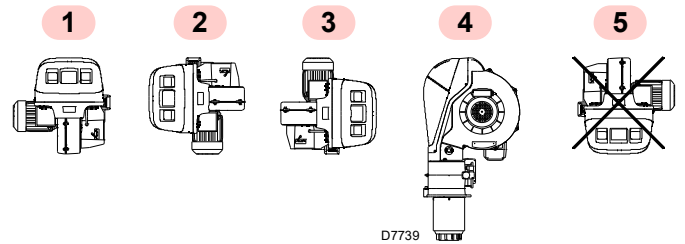

Abb. 9
- Der Brenner ist ausschließlich für den Betrieb in den Stellungen 1, 2, 3 und 4 (Abb. 9) ausgelegt.